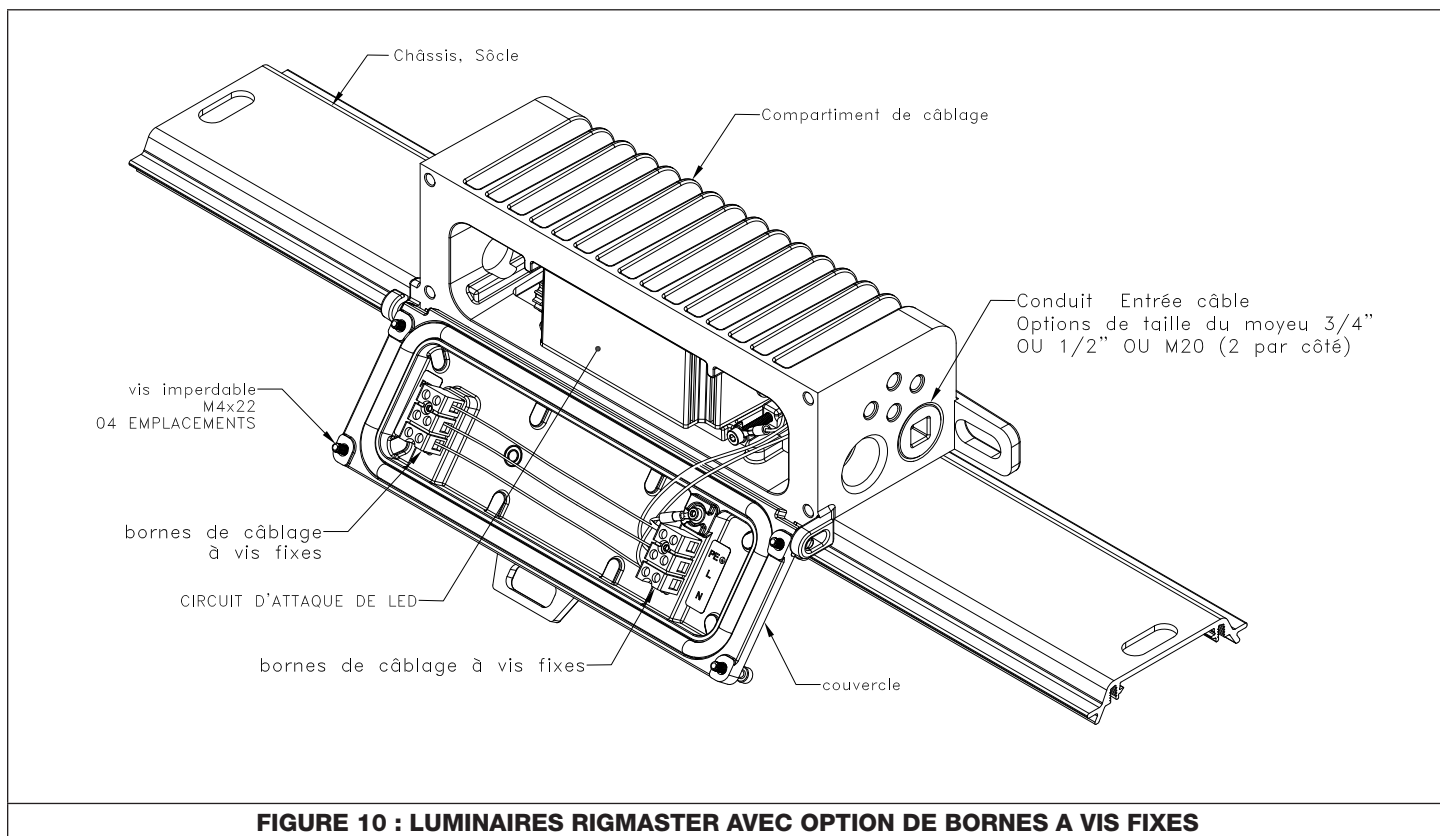

FIGURE 10 : LUMINAIRES RIGMASTER AVEC OPTION DE BORNES A VIS FIXES
- Ouvrez le compartiment de câblage du luminaire en desserrant les quatre vis imperdables. Laisser le couvercle s'ouvrir pour permettre l'accès au compartiment de câblage. voir la Figure 10.
- Dénudez les fils individuels d'environ 5 mm et insérez-les dans les connecteurs appropriés du bornier. Les points de connexion sont identifiés sur le bornier comme suit : "L" = Ligne, "N" = Neutre et "PE" = Masse. Serrer les vis du bornier sur le fil avec un tournevis de 0,75 N.m (6,5 lb.in). Voir la Figure 10.